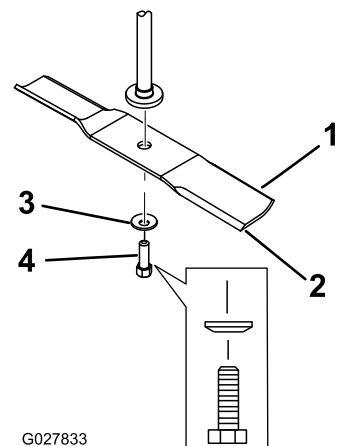

Figure 63
2. Enlevez de l'axe, le boulon, la rondelle bombée et la lame (Figure 63).
1. Placez la lame sur l'axe (Figure 63).
2. Posez la rondelle courbe (face concave vers la lame) et le boulon de lame (Figure 63).